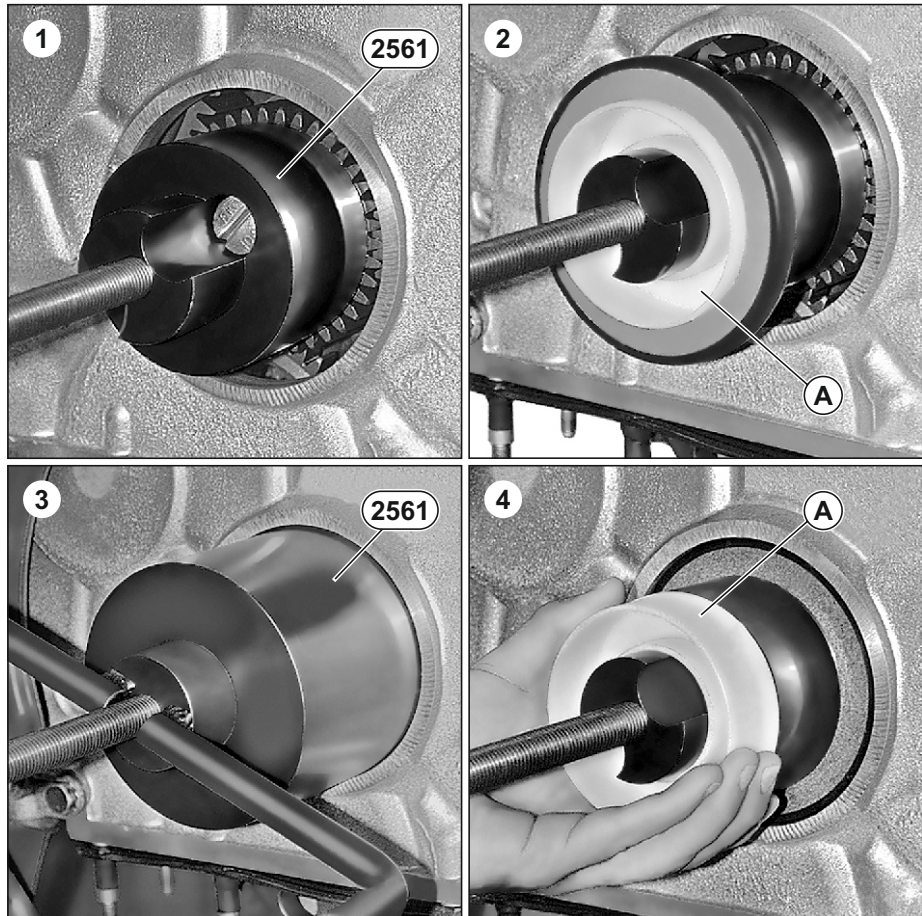

Рис. 117. Последовательность установки манжеты вала коленчатого передней.
1. Установить приспособление **2561** (см. Рис. 117).